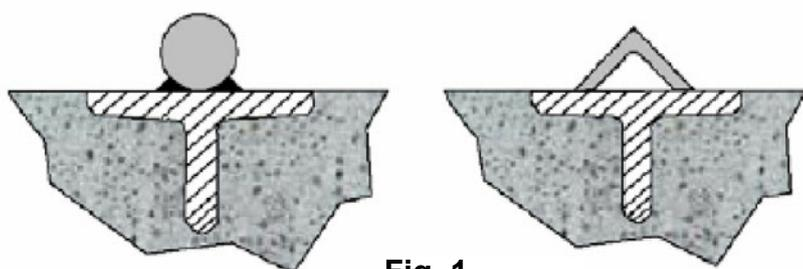
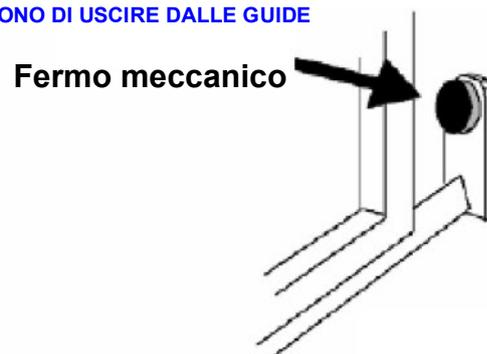
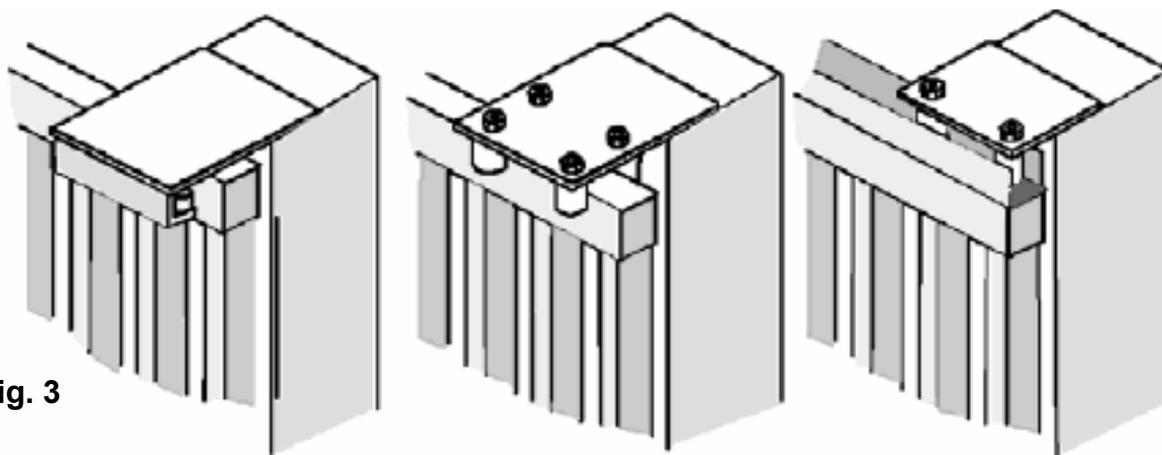

Fig. 1
Fig. 2
Fig. 3
- Prima di procedere al montaggio dell'automatismo, si verifichi che il cancello sia perfettamente funzionante. Inoltre, è opportuno verificare che la guida di scorrimento a terra (**V. Fig. 1**) non presenti malformazioni, che sia perfettamente a livello e che sia presente il fermo meccanico in apertura (**V. Fig. 2**) al fine di evitare che il cancello esca fuori dalle guide superiori (**V. Fig. 3**)
- Verificare la guida di scorrimento superiore (**V. Fig. 3**) che sia ben salda e il cancello vi scorra liberamente.
Posizionare la piastra in dotazione (Fig. 1) ad una distanza di **35 mm/MAX** dal bordo del cancello e perfettamente in squadra con un'angolo di 90°.
Posizionare il motoriduttore e fissarlo con le viti e rondelle in dotazione 1-2-3-4 (Fig.2).
Fissare la cremagliera sul cancello in modo saldo prevedendo una distanza da 2 a 3 mm dal pignone del motore (Fig.3).